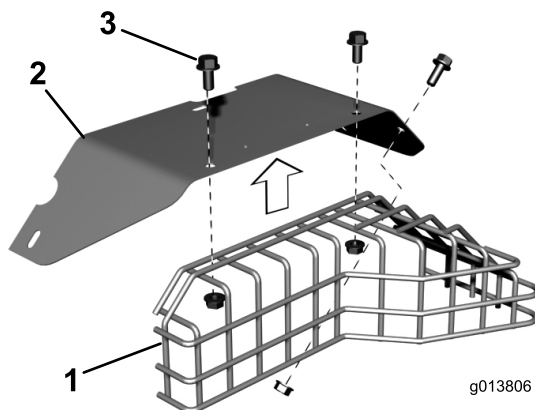

Figura 5
8. Retire os (3) parafusos de cabeça de flange e porcas flangeadas que prendem a protecção do abafador à protecção do tubo de escape (Figura 5). Guarde a protecção do tubo de escape e (2) dos parafusos de cabeça de flange e porcas flangeadas.